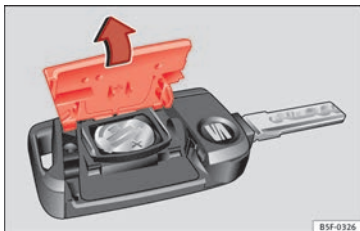

Bild 133 Bilnyckeln: öppna batteriluckan
- Öppna och ta bort fjärrkontrollens batterilock » **bild 133** i pilens riktning » ❶.
- Montera luckan enligt bilden » **bild 133** och tryck den på fjärrkontrollens hus, i motsatt riktning mot vad pilen visar, tills den klickar på plats.
❶ VIKTIGT